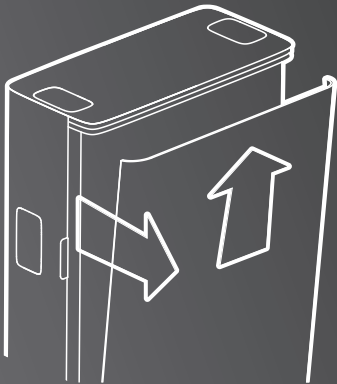

Рис. 11.
- 2. Откройте лицевую крышку прибора (рис. 11).